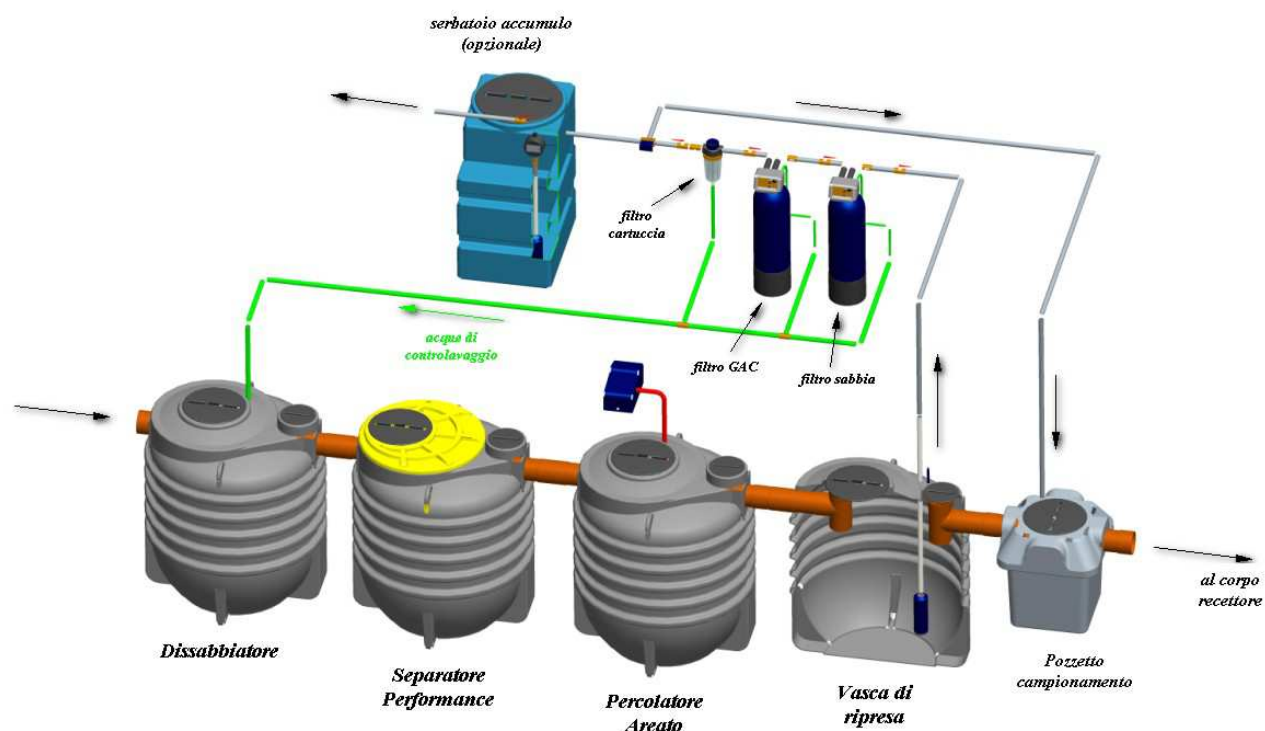

Fig.1 – esempio tipico d'installazione
- Installare le fosse come indicato dallo schema d'installazione allegato (Fig.1) seguendo le modalità di interro; per il posizionamento della sezione esterna riferirsi al paragrafo "collegamenti idraulici".